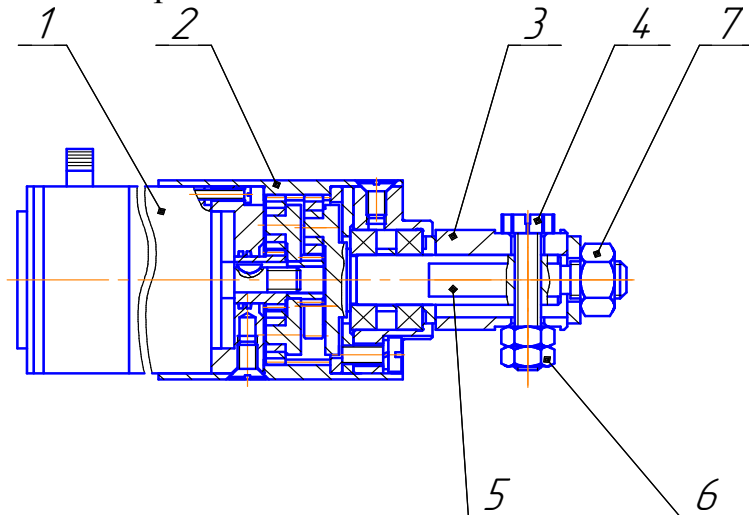

Рисунок 2 – Механизм колебания горелки
1.3.1.5 Механизм колебания горелки (рисунок 2) состоит из электродвигателя (1), двухступенчатого редуктора (2), кулачка (3), перемещаемого винтом (4) по лыскам водила (5), за счет чего обеспечивается эксцентричное положение кулачка относительно водила. В необходимом положении кулачок фиксируется гайками (6) и (7).
2.2.5 Отрегулировать требуемую амплитуду колебаний горелки при помощи винта (4) (рисунок 2).